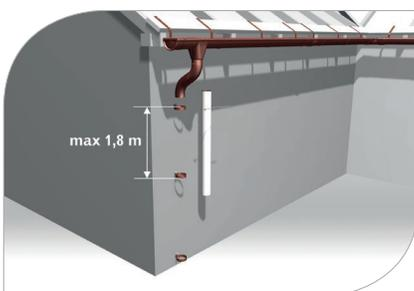

рис. 32
- 5.1 Закрепить дюбели на фасадной стене, учитывая толщину термоизоляции дома. На дюбели навинтить головку обойм, сохраняя между ними расстояние не более 1,8 м. На головки навинтить хомуты (рис. 32)